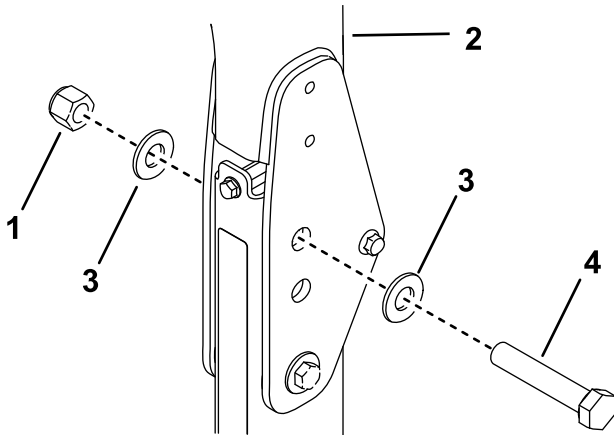

図 37
2. 図 37 に示すように、ワッシャ  $13/16$  x  $1\frac{1}{2}$ " を各ボルト  $\frac{3}{4}$  x 4" に組み付ける。
3. ピンを抜いた穴に、ボルトとワッシャを取り付ける図 37。
4. 図 37 のように各ボルトにもう1枚のワッシャを入れ、ナット  $\frac{3}{4}$ " で固定する。